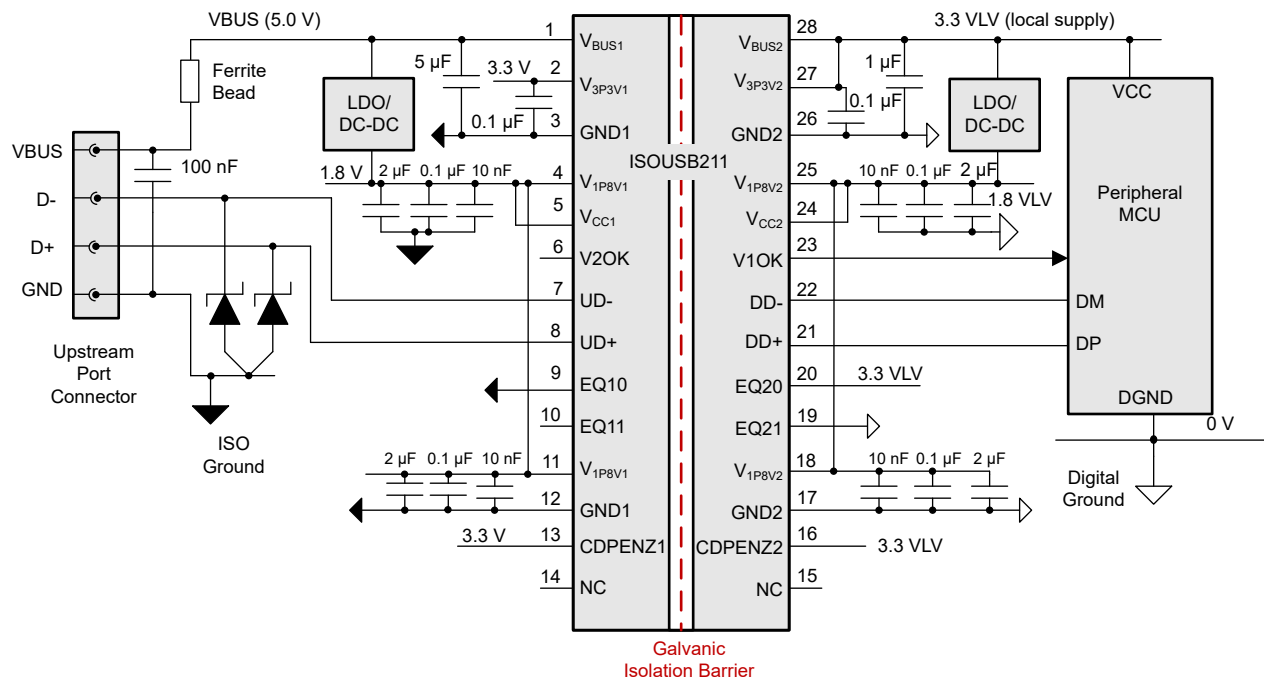

図 5-3. 両側で外部 1.8V 電源を用いて ISOUUSB211 を使用する
- 最高の周囲温度範囲を実現するには、両側で外部 1.8V 電源を使用することを推奨します (図 5-3 を参照)。詳細については、外部 1.8V 電源で動作 を参照してください。
このデバイスは、両側にそれぞれ外部 1.8V 電源を供給することもできます。この構成では、両側の内部 1.8V LDO で VCC ピンからの電力が消費されないため、デバイスの内部消費電力が最小限に抑えられます。この構成を、図 5-3 に示します。